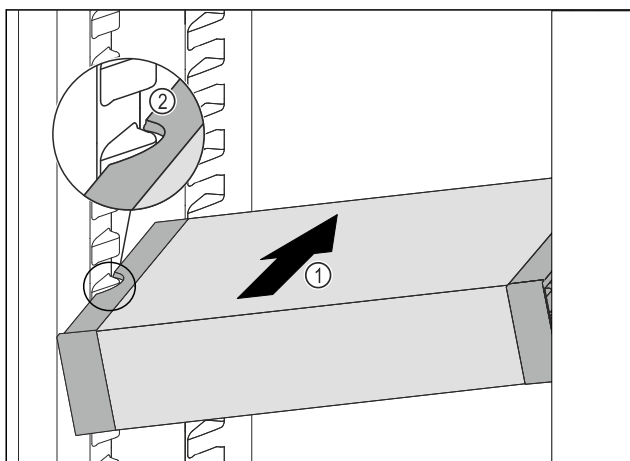

Fig. 87
- Skyv VarioSafe skrått inn i kjøleskapsdelen Fig. 87 (1), til utsparingene på sidene av Fig. 87 (2) VarioSafeser på nivå med rillene i kjøleskapet.